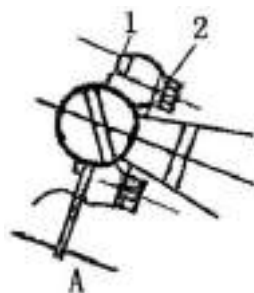

Рис. 7-5
7.4. Регулировка осевого зазора шаровых соединений отвала (Рис. 7-5)